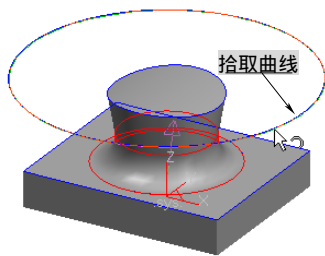

图 8-287 选择刀轴曲线
7) 系统继续提示拾取刀轴曲线,选择图 8-287 所示的曲线作为刀轴通过的曲线,然后单击鼠标右键结束。